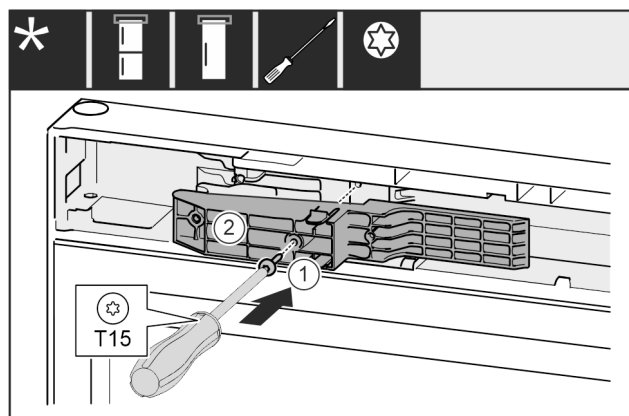

Fig. 50 *
- ▶ Helyezze be az illesztődarabot Fig. 50 (1) a mélyedésbe a fogantyú felőli oldalon.*
- ▶ Húzza meg a csavart Fig. 50 (2) csavarhúzóval.*